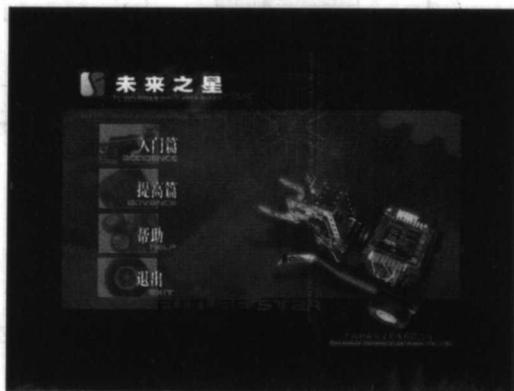

图 1-5
2. 安装完毕后，双击“未来之星”软件图标 ，进入到启动画面，如图 1-5 所示。